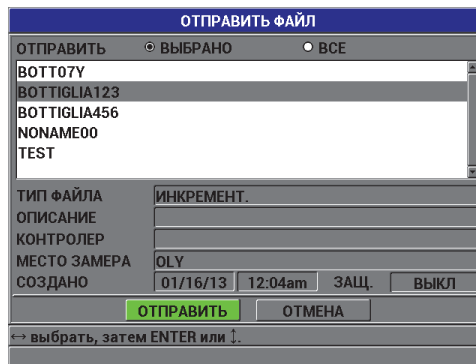

Рис. 8-4 Экран ОТПРАВИТЬ ФАЙЛ
3. В окне **ОТПРАВИТЬ ФАЙЛ** (см. Рис. 8-4 на стр. 146):